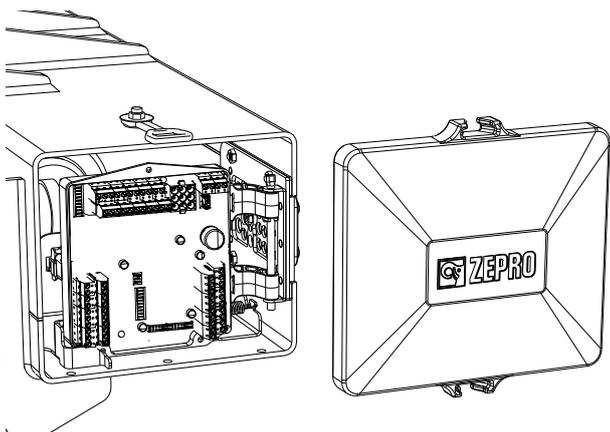

Figure 16. Déposer le couvercle de protection
2. Retirez le couvercle de protection maintenu par un tendeur en caoutchouc, voir Figure 16.